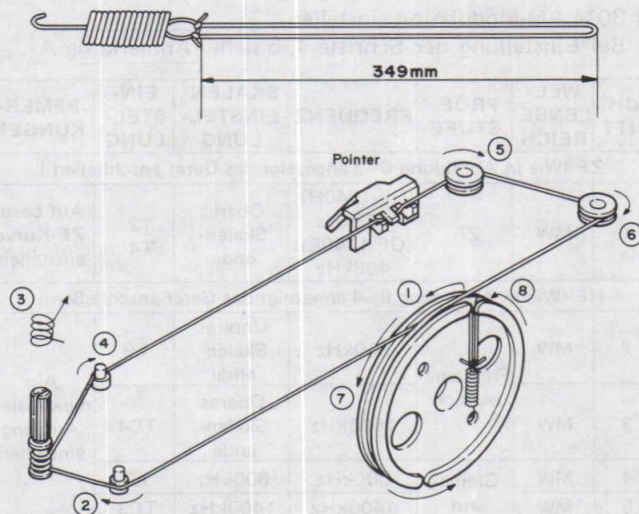

Figure 8-4
- 1) Turn the drum fully counterclockwise and stretch its cord over the parts in the numerical order - as shown in Figure 8-4.
- Die Trommel bis zum Anschlag entgegen dem Uhrzeigersinn drehen und die Schnur in der in Abbildung 8-4 gezeigten numerischen Reihenfolge über die einzelnen Teile spannen.
- Faire tourner complètement le tambour dans le sens inverse des aiguilles d'une montre, et tendre le fil sur les diverses parties dans l'ordre numérique - comme indiqué dans la Figure 8-4.